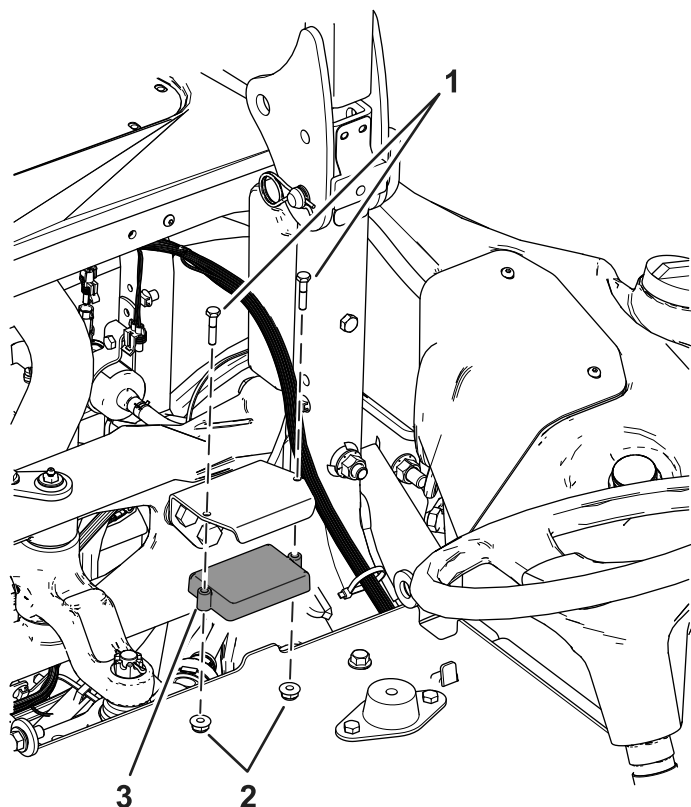

Figure 4
5. Fixez le capteur sur le support avec 2 boulons (1/4" x 1 1/4") et 2 écrous (1/4") ; voir Figure 4.